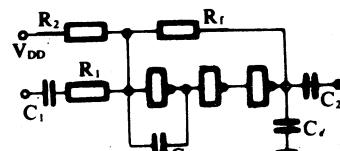

图 8 实际电路
依上所述，我们设计如图 8 所示的电路。设计调试过程如下 ($V_{DD} = 10$ V)：
5) 为防止自激，加上消振电容 $C_d = 240 \text{ pF}$ ，有时还须加上 $C_f = 510 \text{ pF}$ 。 C_1 、 C_2 为耦合电容，根据需要选取。这种电路，要作到长期工作稳定，特别是在干扰较大或者其他电路电源互相干扰时要消振，关键在于调整图 8 中的 C_d 和 C_f 。